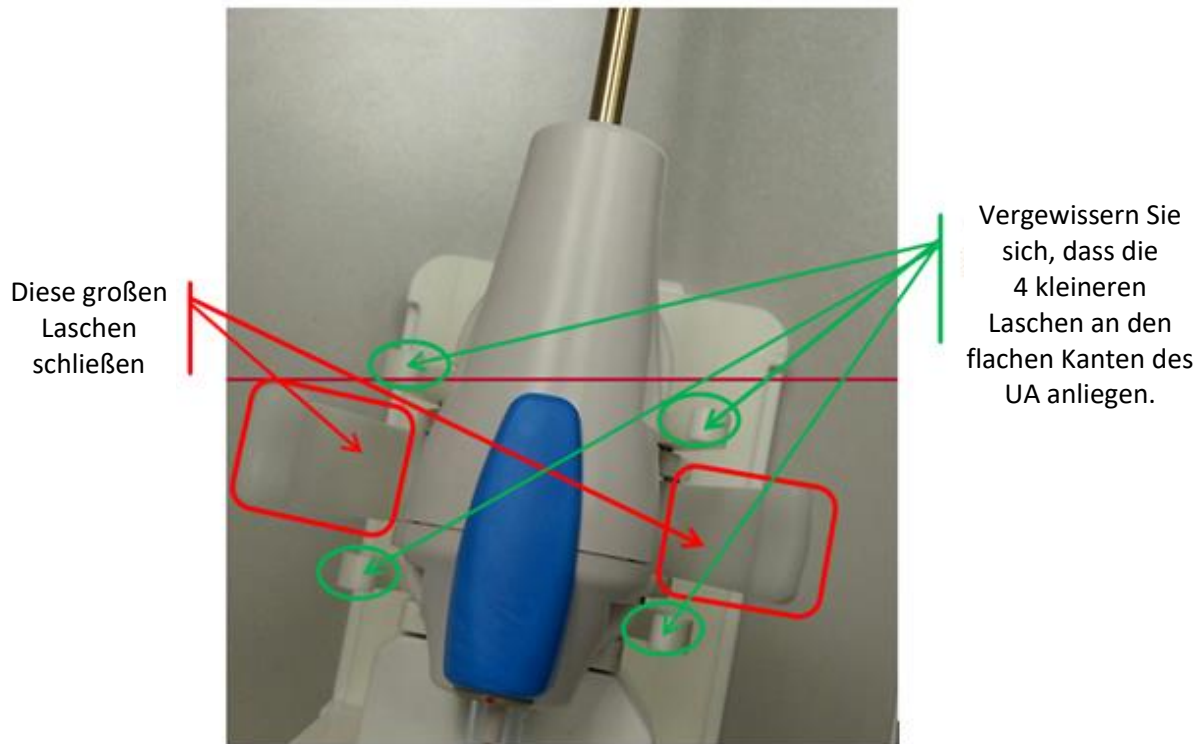

Abbildung 32: UA auf PS mit UA-Griff im UA-Greifer montiert
6. **MRT-MTRA:** Halten Sie den UA-Griff im UA-Greifer des PS fest (*Abbildung 32*). Der UA darf nicht in seine Position „gezwungen“ werden. Sollte dies der Fall sein, den UA vom UA-Greifer lösen und die PS-Achsen anpassen, um eine bessere Ausrichtung mit dem UA zu erreichen. Vor dem Befestigen des UA im Greifer des PS ist sicherzustellen, dass die Auf- und Ab-Entriegelungsknöpfe und die Kipp-Entriegelungsknöpfe am PS verriegelt sind.